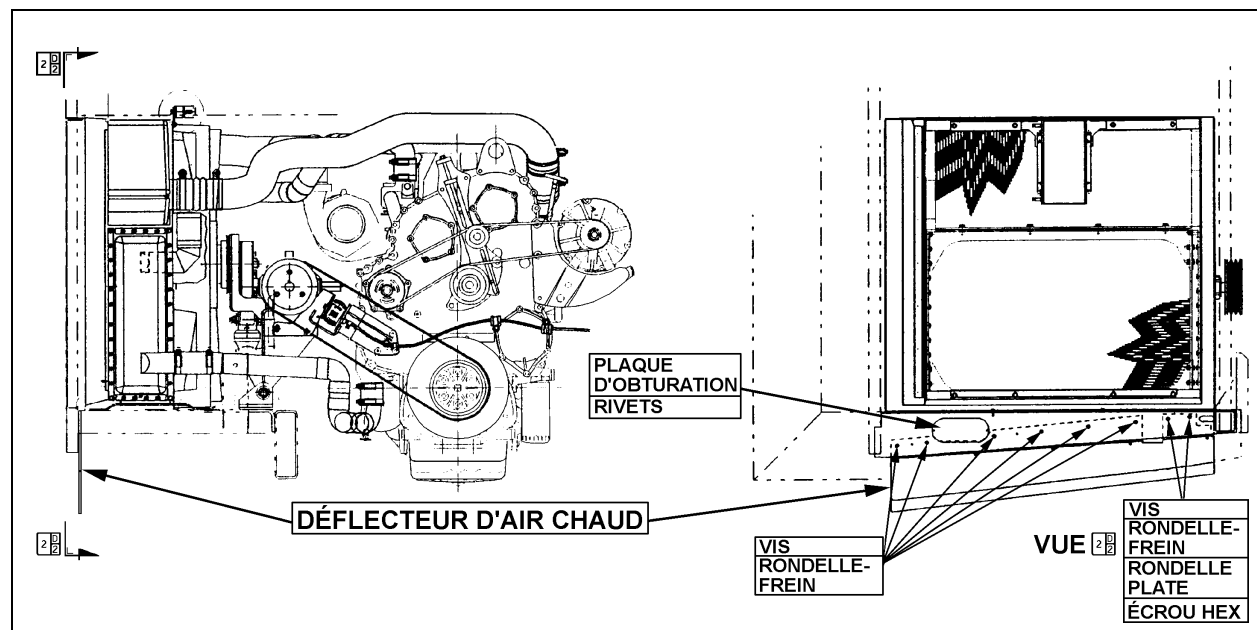

FIGURE 5 : DÉFLECTEUR D'AIR CHAUD POUR LES AUTOCARS XL-40 ET XL-45
4. Utiliser 6 vis et 6 rondelles-freins pour les six trous de gauche et utiliser 2 vis, 2 rondelles-freins du côté extérieur et 2 rondelles plates et 2 écrous entre le silencieux et le châssis pour les deux trous de droite (voir la figure 5).
1. Ouvrir la porte du radiateur du moteur, retirer la sangle de retenue de la porte et enlever la butée de porte située dans le coin inférieur droit (voir les figures 5 et 7).